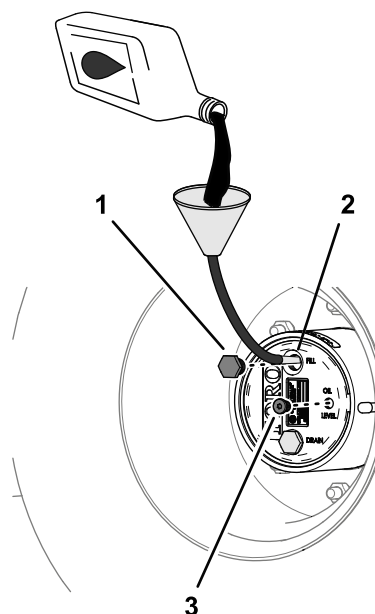

Figura 85
4. Se il livello del lubrificante è basso, rimuovete il tappo di riempimento e aggiungete il lubrificante specificato fino a quando non inizia a fuoriuscire dal foro del tappo di controllo (Figura 85); fate
6. Montate il tappo di riempimento e il tappo di controllo (Figura 85).
1. Attraverso il foro del tappo di riempimento, aggiungete lentamente il lubrificante per ingranaggi specificato; fate riferimento alla Figura 85 in Controllo del lubrificante per riduttori planetari (pagina 68).
3. Montate il tappo di riempimento e il tappo di controllo; fate riferimento alla Figura 85 in Controllo del lubrificante per riduttori planetari (pagina 68).